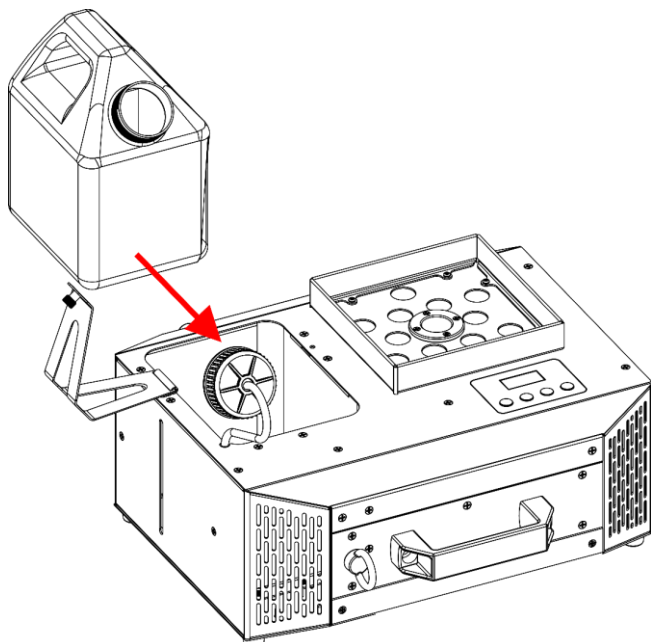

Abb. 44
- 09) Setzen Sie den **Flüssigkeitstank (02)** wieder in das Gerät ein, wie in Abb. 44 gezeigt.